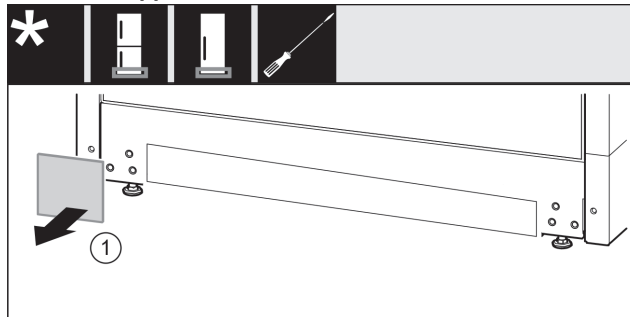

Fig. 14
- Retirer le cache Fig. 14 (1).